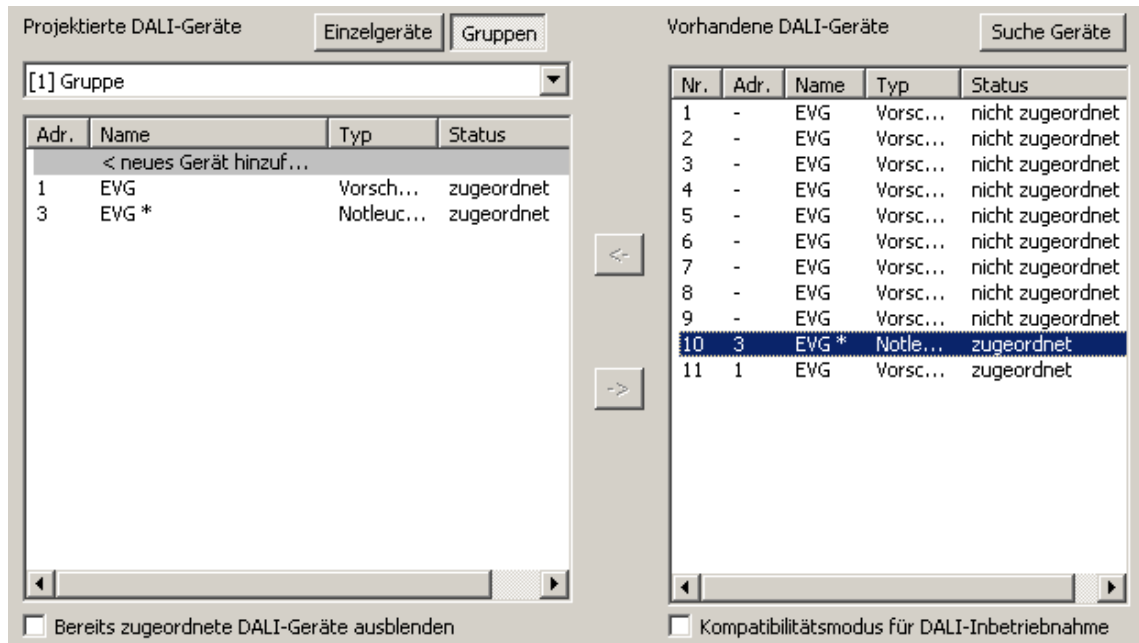

Bild 65: Betriebsgerät einer Gruppe zugeordnet
- Die zugeordneten Betriebsgeräte bleiben im rechten Teilfenster sichtbar und erscheinen für die ausgewählte Gruppe zudem im linken Bereich (Bild 65). Im rechten Bereich erhalten diese EVG die Kurzadresse der Zuordnung.